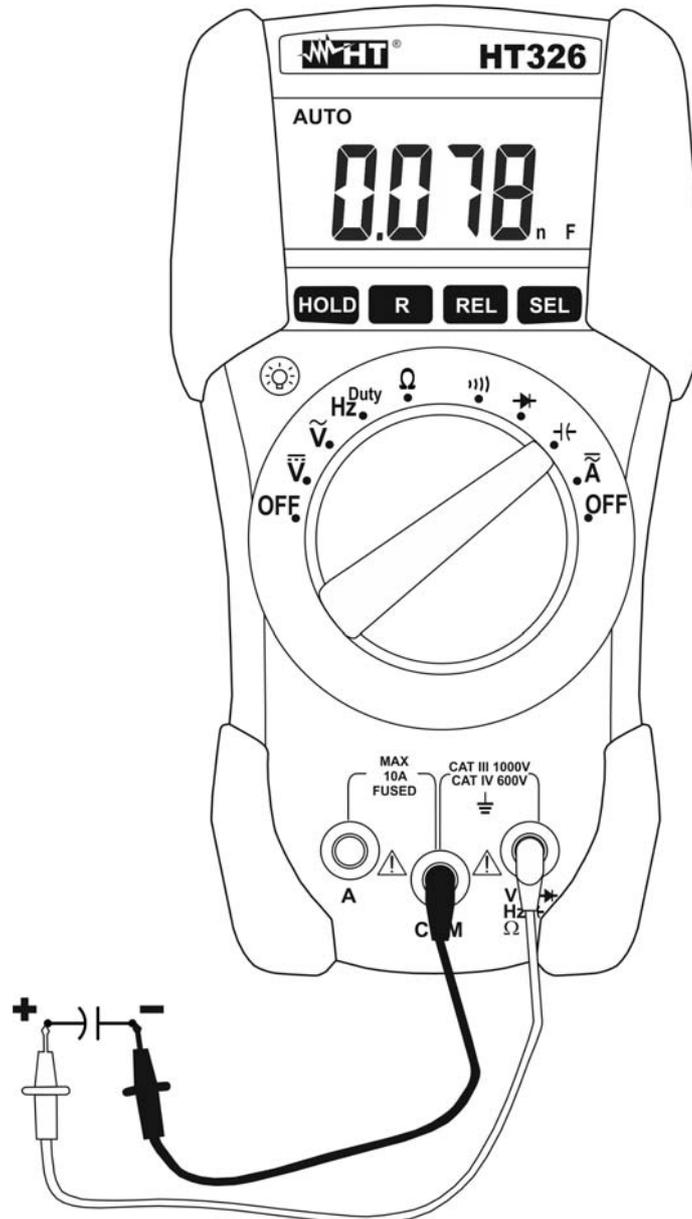

Fig. 10: Uso dello strumento per misura di Capacità
3. Posizionare i puntali ai capi del condensatore in esame rispettando eventualmente le polarità positive (cavo rosso) e negative (cavo nero) sul condensatore in esame (vedere Fig. 10). Il valore della capacità è mostrato a display.